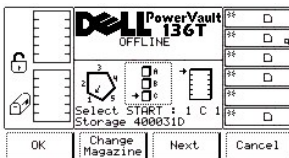

Abbildung 39. Dialogfeld "Command" > "Move" > "Scan Barcode" > "Change Magazine"
- 1 Wenn die Taste unter dem Softkey **Next** gedrückt wird, wechselt der aktuelle Quellenparameter von "Spalte" zu "Magazin", und das Dialogfeld "Change Magazine" wird angezeigt (siehe Abbildung 39).